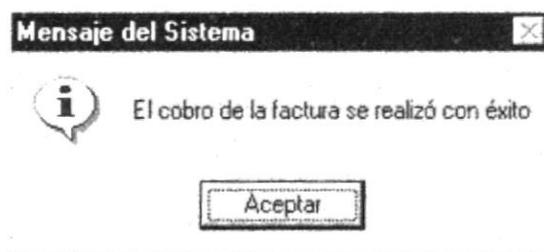

Figura 9.11 Mensaje de información
- Después de realizar los pasos 5,6,7 la pantalla quedará de la siguiente manera. **Figura 9.11**
11. Una vez que ha realizado los pasos correspondientes aparece el siguiente mensaje. **Figura 9.11**